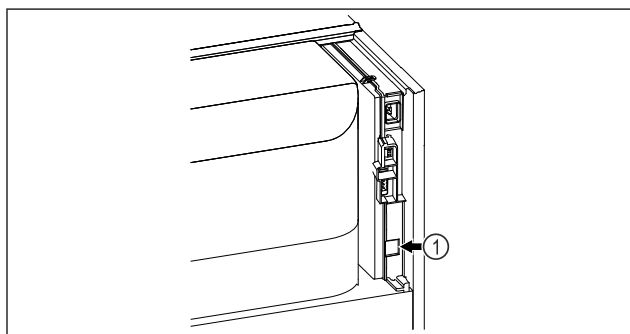

Fig. 138
- ☐ SmartModule Fig. 138 (1) 已使用。